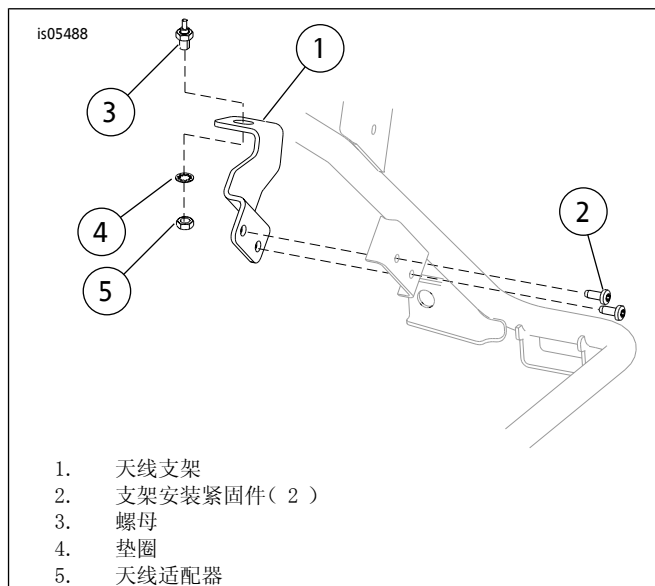

图1. 拆卸天线和支架
5. 参见图1。拆下天线支架( 1 )、安装紧固件( 2 )、天线安装螺母( 5 )、垫圈( 4 )和天线适配器( 3 )。保留天线和五金件，丢弃支架。